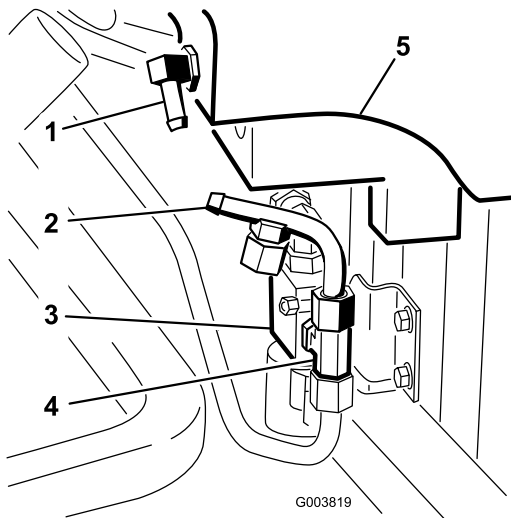

Bild 24
3. Befestigen Sie die Hydraulikleitung Nummer 4 am T-Stück, das seitlich am Ventil montiert ist (Bild 24).